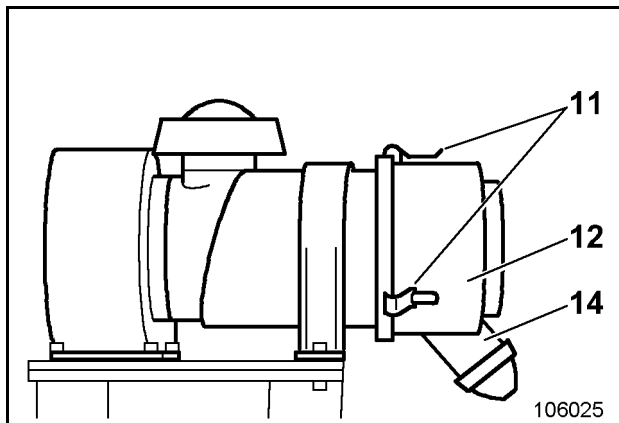
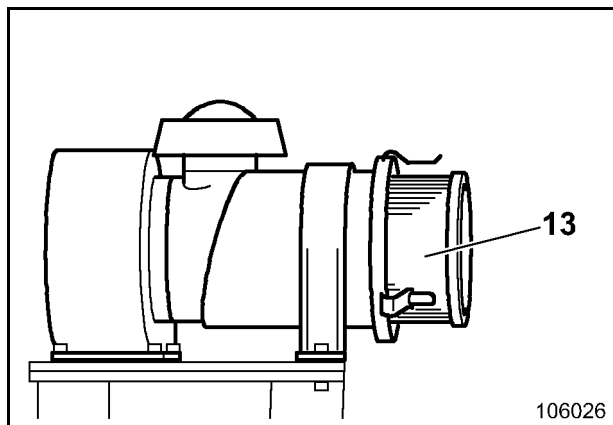

Fig. 3-49:
Fig. 3-51:
L'air dans l'armoire électrique est aspiré par un ventilateur et passe par un filtre (Fig. 3-49:).
- Serrer la soupape à poussière (14, Fig. 3-49:) entre les doigts et la tenir ouverte jusqu'à ce que la soupape est vide.
- Dégrafer les clips (11, Fig. 3-49:).
- Enlever le collecteur de poussière (12) et le vider.
- Enlever le collecteur de poussière (12).
- Retirer l'élément filtrant (13, Fig. 3-51:).
- Remplacer l'élément filtrant (13) ou le nettoyer.
- Remonter le collecteur de poussière (12, Fig. 3-49:).